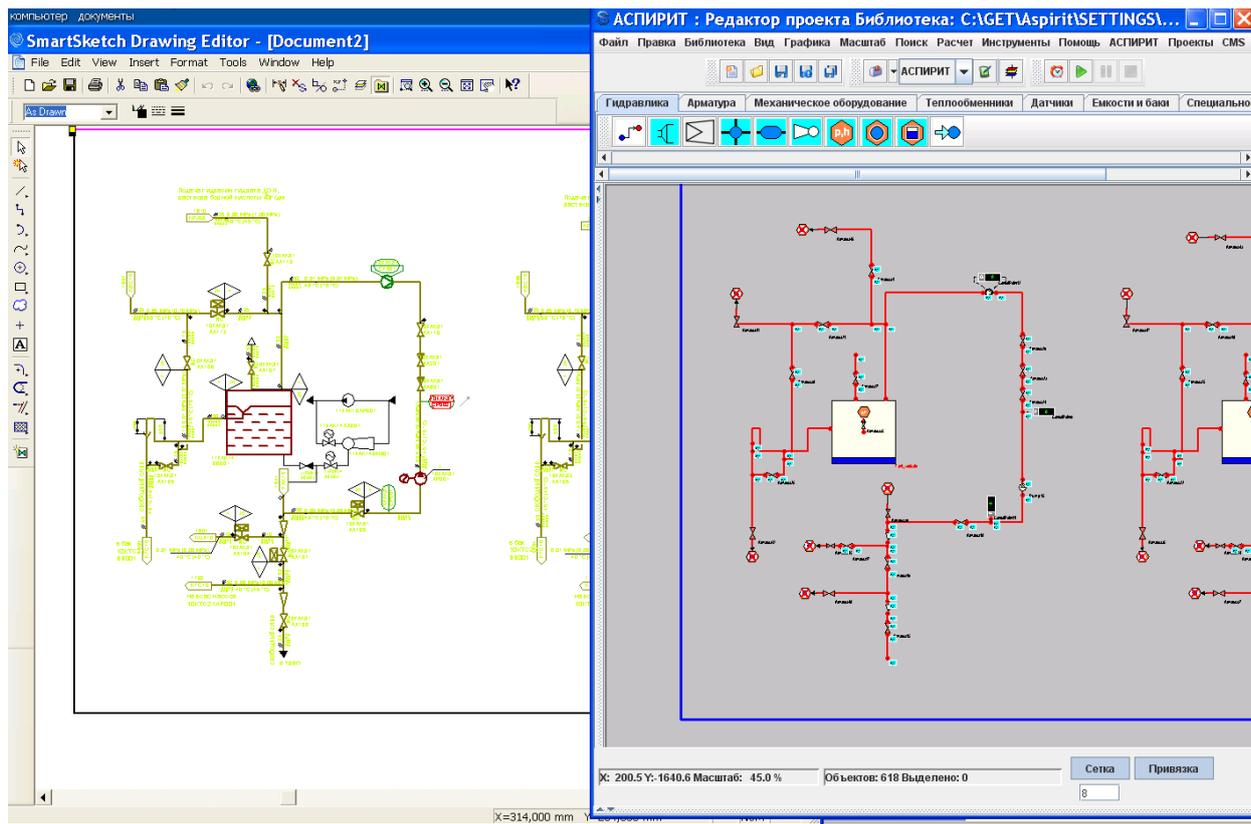

Рисунок 43 – Фрагмент экрана проектной схемы
- нажать кнопку «Создать схему» в окне блока обмена информацией. В результате генерируется расчётная схема в графической оболочке ПК АСПИРИТ (Рисунок 43 –);